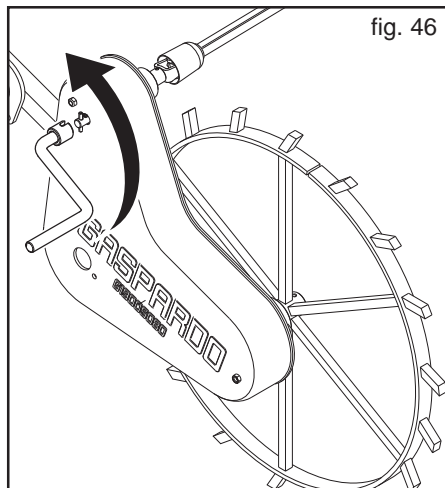

fig. 46
- 5) Inserire la manovella sulla cassetta di trasmissione e far ruotare la manovella in senso antiorario (Fig. 46), come indicato nella decalcomania: 86 giri della manovella corrispondono a 1/10 di ettaro.